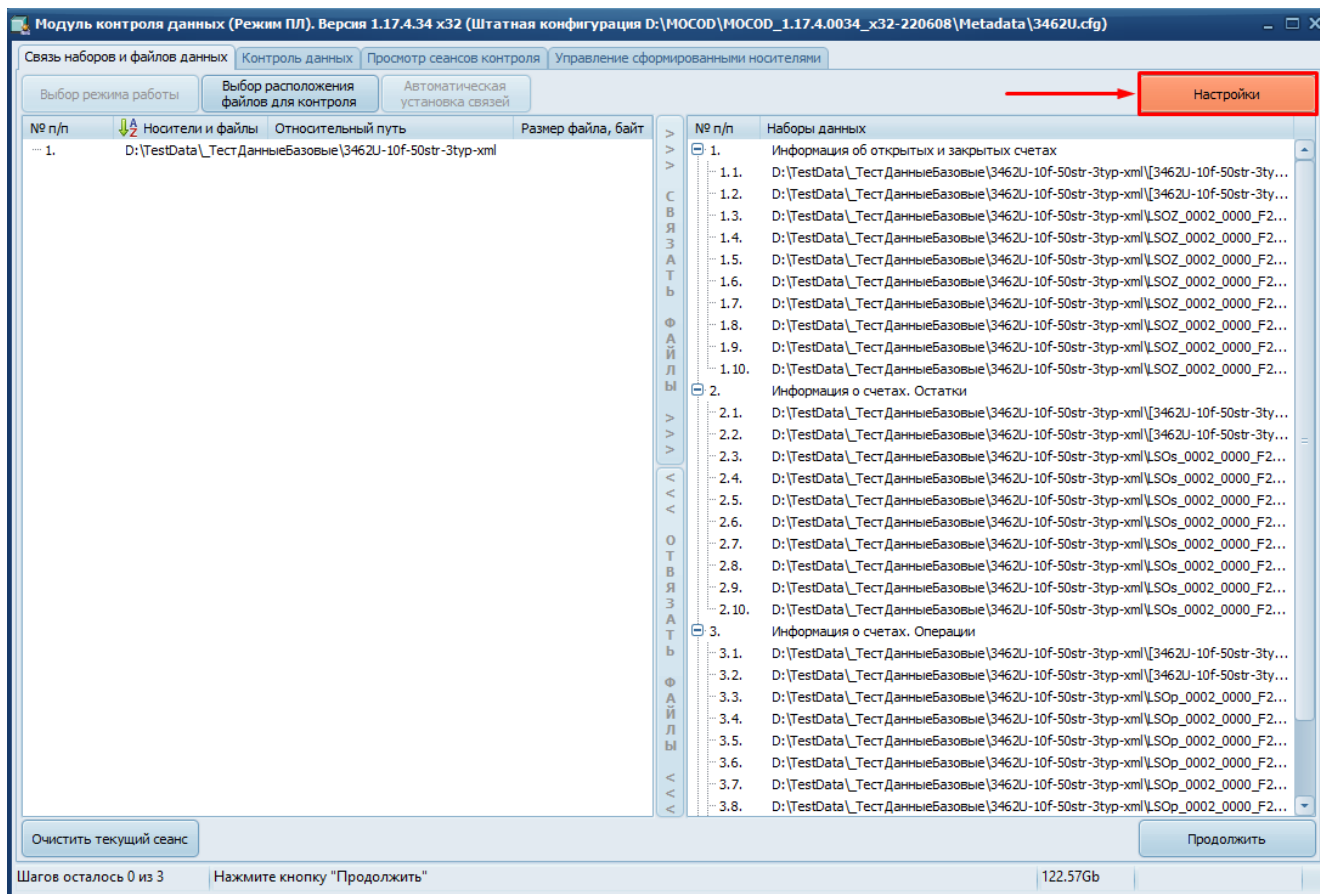

Рисунок 44 – Настройка МоКоД ПЛ
1) Нажать кнопку «Настройки» (Рисунок 44), доступную на вкладках «Связь наборов и файлов данных» и «Контроль данных».